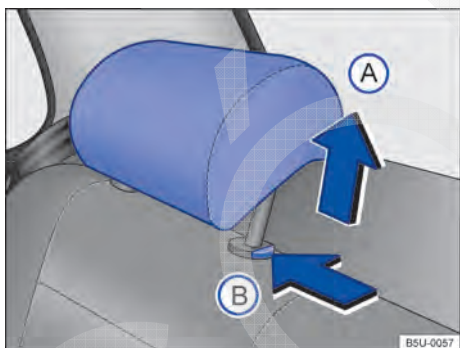

Fig. 38 Desinstalar o apoio para cabeça traseiro.
- Pressionar a tecla → Fig. 38 (B) no sentido da seta. Retirar o apoio para cabeça com a tecla pressionada.
- Empurrar o apoio para cabeça para baixo com a tecla → Fig. 38 (B) pressionada.